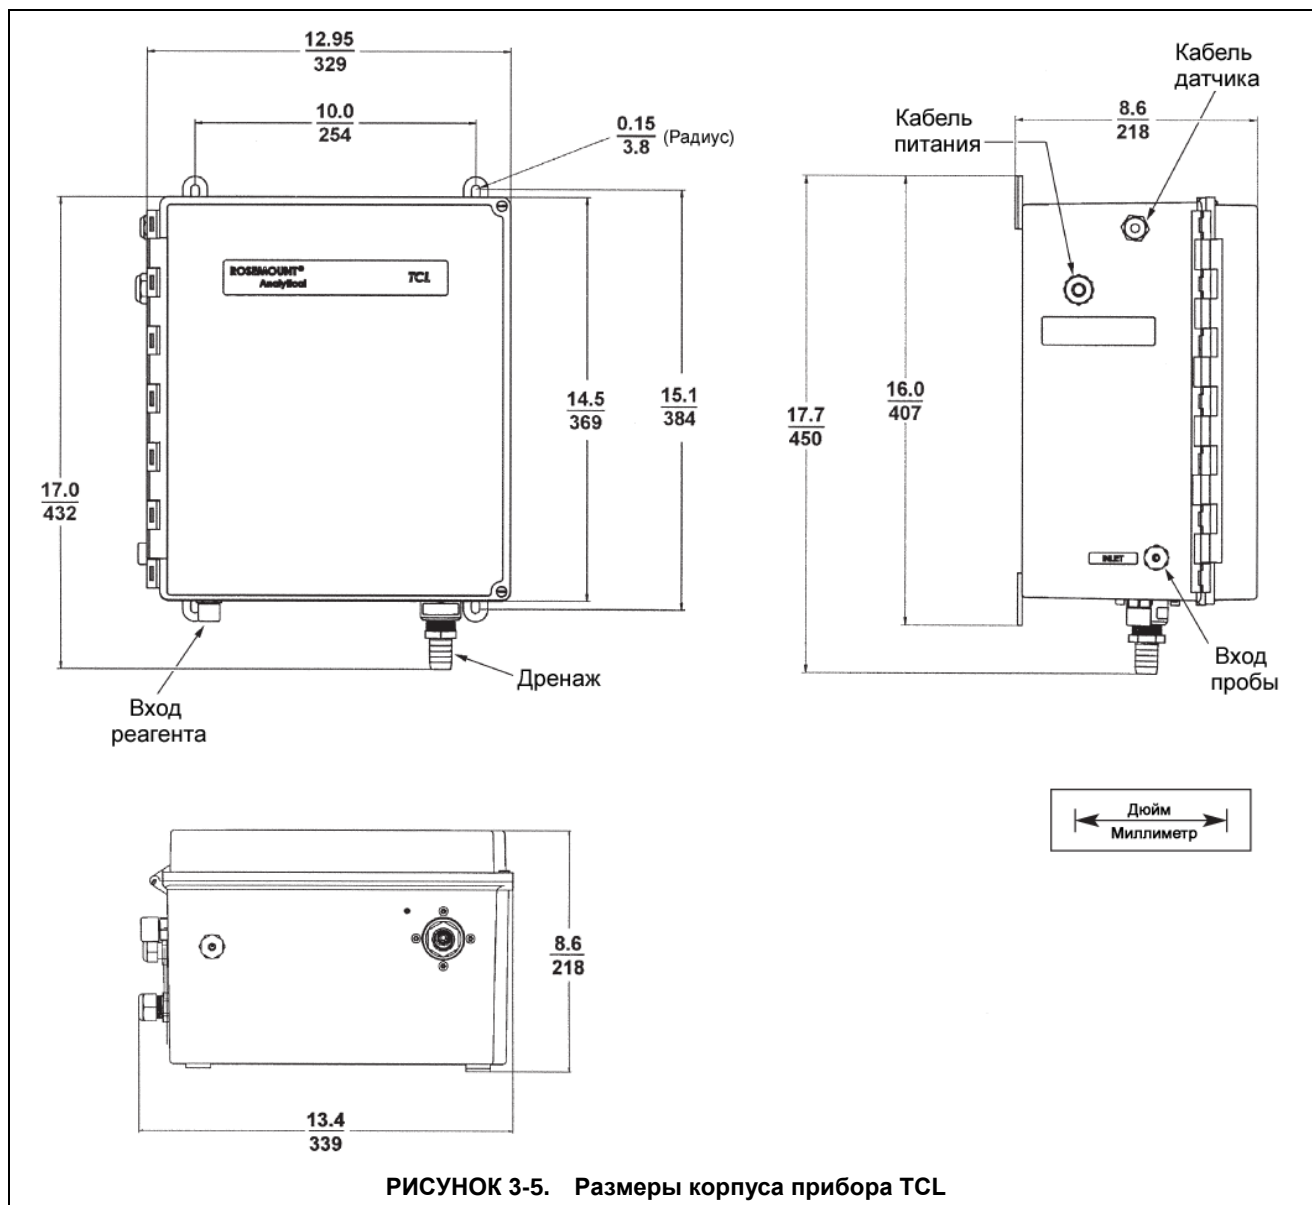

РИСУНОК 3-5. Размеры корпуса прибора TCL
3. Вставьте силовой кабель через соединение для разгрузки натяжения, помеченному как power (питание) (см. Рисунок 3-5). Подсоедините силовой кабель к контактной полоске, как показано на рисунке 4-2. Не подсоединяйте 230 В к прибору TCL предназначенному для работы от 115 В (модель 11), так как это может повредить его.